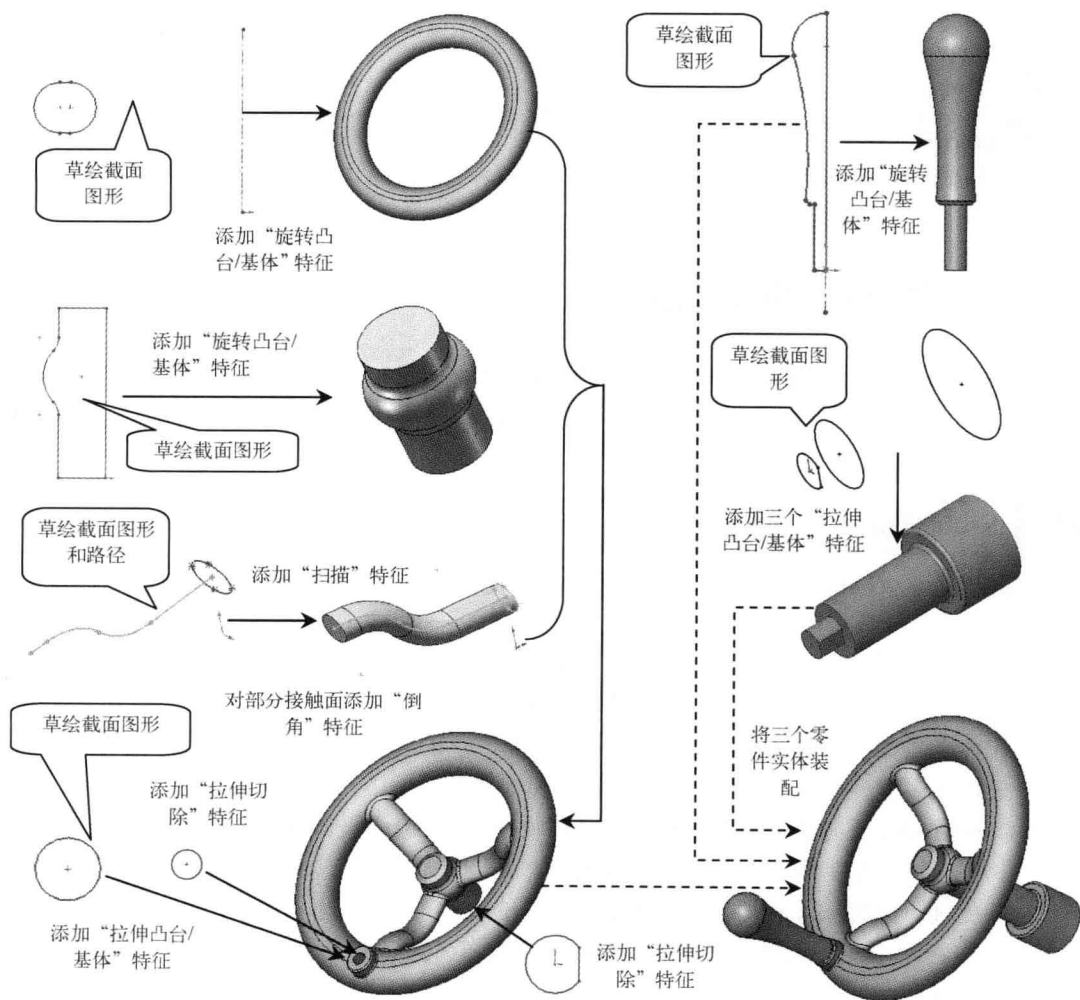

图 1-1 SolidWorks 的零件设计流程
- ① 创建草图：创建模型的草绘图形，此草绘图形可以是模型的一个截面或轨迹等。
- ② 创建特征：添加拉伸、旋转、扫描等特征，利用创建的草绘图形，创建实体。
- ③ 装配部件：如果模型为装配体，那么还需要将各个零部件按某种规则进行装配。具体设计过程可参见图 1-1。